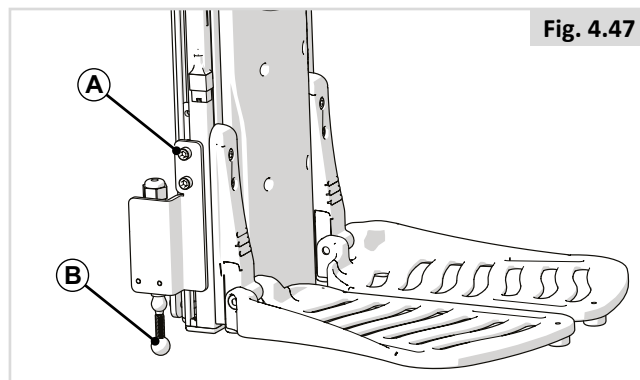

Fig. 4.47
Ved bruk av funksjonen «fotplate-til-gulv» (Fig. 4.47) vil det være montert en bryter. Høyden på bryteren (A) må justeres etter at legglengden er justert. Sørg for at hele kulen på bryteren er under den laveste kanten på benstøtten (B).